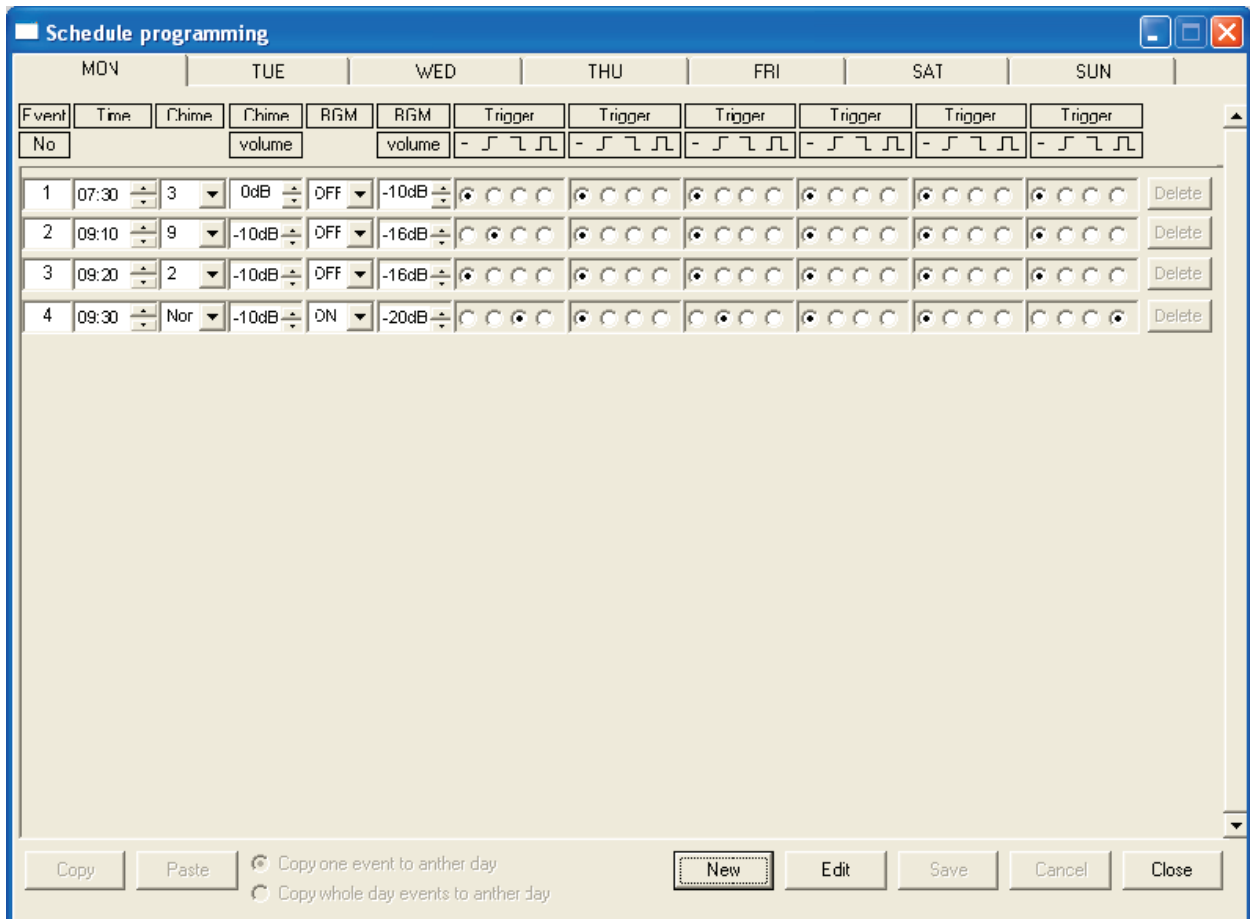

рисунок 8.14: Окно Schedule programming
- событиям могут быть назначены индивидуальные свойства, такие как время запуска события и тип необходимого сигнала предупреждения или триггера (см. рисунок 8.14).
- 2 Выберите файл конфигурации, который Вы хотите открыть, и щелкните по Open. Конфигурация будет загружена и отображена в окне Schedule programming (см. рисунок 8.14).